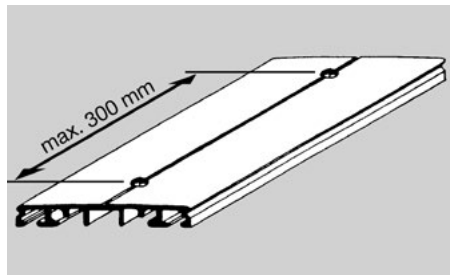
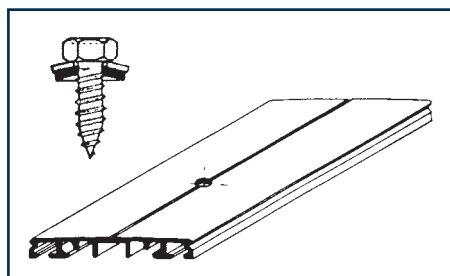
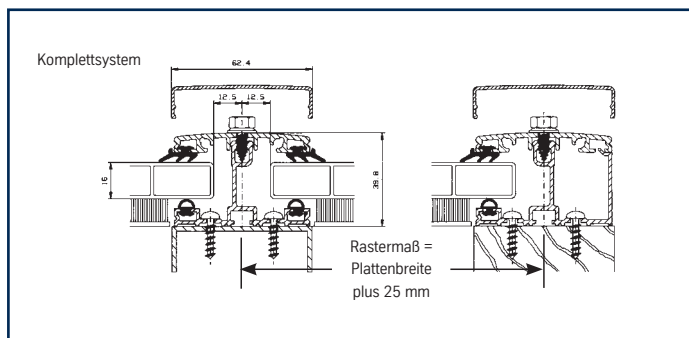

Abb. 21
Abb. 22
Abb. 23
Vor dem Einlegen der Platte in die Verlegeprofile sollten Sie sich noch einmal von der notwendigen Ausdehnungsmöglichkeit überzeugen (siehe Abb. 23/24):
- a) Beim Komplettsystem wird das Sprossenoberprofil nun von Ihnen in der dafür vorgesehenen Bohrrut mit Durchgangsbohrungen versehen. Der Abstand der Bohrungen ($\varnothing$ 7 mm) darf nicht mehr als maximal 30 cm betragen (siehe Abb. 21). Um einen optimalen Profilkontakt zu erreichen, ist eventuell ein Entgraten der Bohrlöcher vorzunehmen (entfällt bei Oberprofilsystemen und vorgelochten Profilen). Fügen Sie nun das Sprossenoberprofil mit dem entsprechenden Sprossenunterprofil zusammen (siehe Abb. 23) und verbinden beide mit der für das System vorgesehene Edelstahlschraube (siehe Abb. 22).